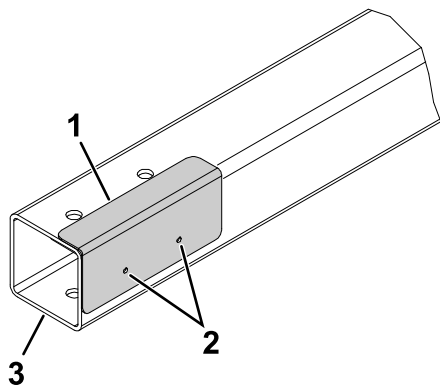

Figur 1
1. Fjern boltene og mutterne som fester de eksisterende festestroppene til tilhengerkoblingsarmen (Figur 1). Fjern festestroppene.